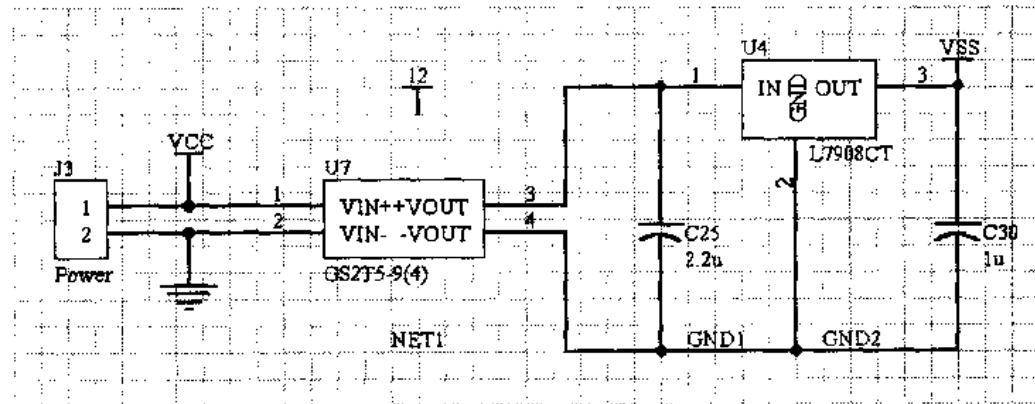

图 7-1 ERC 检查例子电路原理图
为了更好明白 ERC 检查，下面举一个简单例子来说明 ERC 检查的过程和结果处理，其原理图如图 7-1 所示。
**Unconnected net labels:** 本选项的功能是在进行 ERC 检查时，如果某个网络标号没有放置在任何网络上，将产生错误指示。例如，图 7-1 电路中的网络标号 NET1 没有放在任何网络上，检查时将生成如下的警告信息：
**Duplicate component designators:** 本选项的功能是在进行 ERC 检查时，如果在整个检查范围内，有重复的元件编号，将出现错误指示。例如，如果将图 7-1 电路 Sheet1 中的 2 个电容的编号都设置为 C1，将生成如下错误：